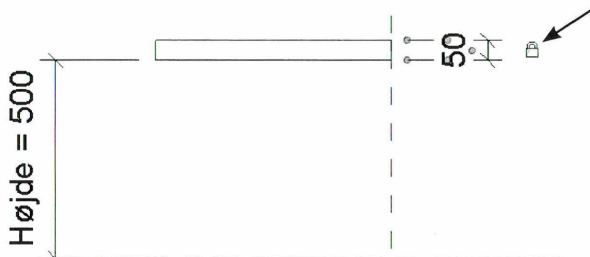

Fig. 06.13. Sæt en målkæde på lågets top og bund og lås hængelåsen.
- Sæt et mål på lågets top og bund og tryk på hængelåsen, der fremkommer ved målkæden, så tykkelsen på boksens låg bliver låst (Fig. 06.13).